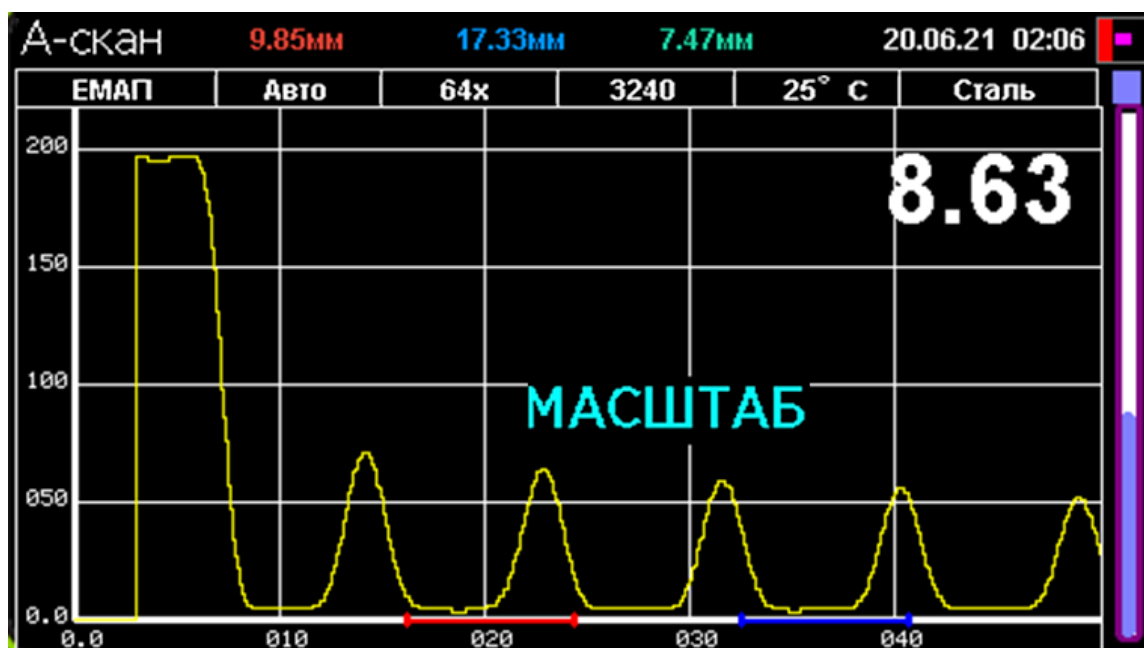

Рисунок 3.2 – Режим изменения масштаба на А-скане
3.2.2.1 Нажать на кнопку  или . При этом на экране появится надпись «МАСШТАБ» (Рисунок 3.2).